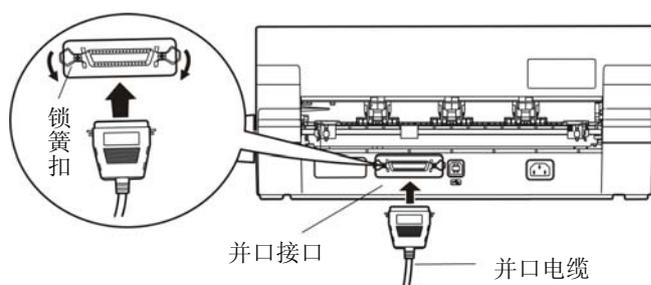

图 2-9 连接并口打印电缆
- 关闭计算机与打印机的电源开关，将并口电缆插头连接到打印机的并行接口，扣上连接器两侧的锁簧扣，使插头固定（如图 2-9 所示）。